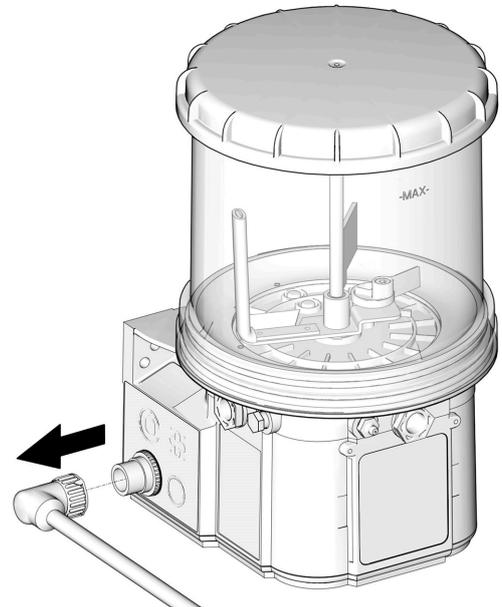

图 20
**注释：**如果没有电池断连开关，请断开电源线连接（图 20）。